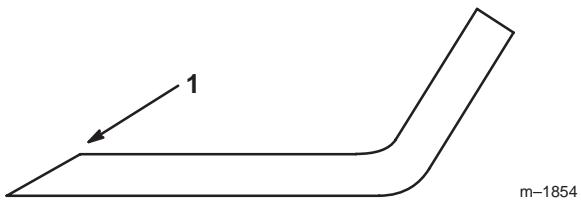

Figure 35
1. Affilate i taglienti ad entrambe le estremità della lama con una lima (Fig. 35). Rispettate l'angolazione originale. La lama conserva il proprio equilibrio soltanto se viene rimossa una quantità uguale di materiale da entrambi i taglienti.